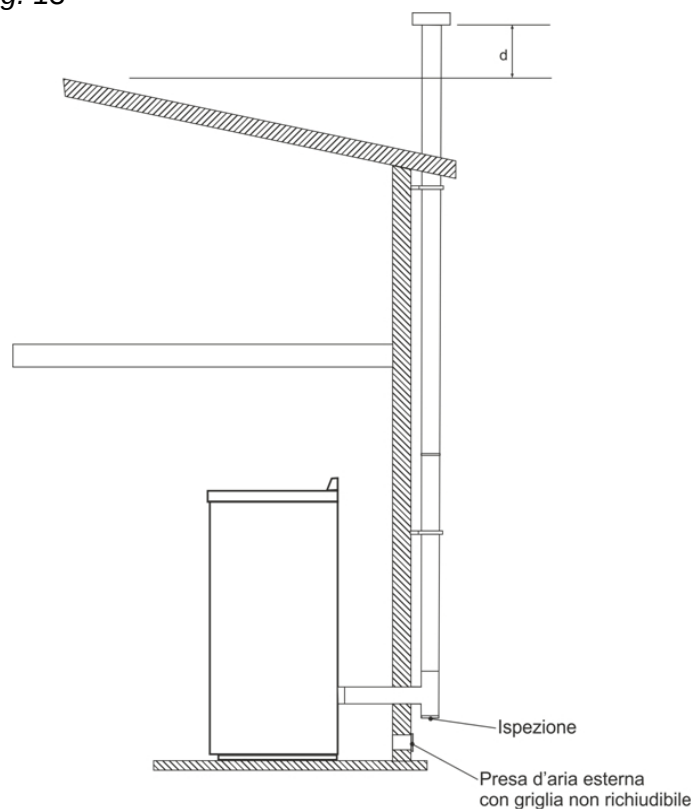

Fig. 13
- Per i condotti devono essere utilizzati solo tubi isolati (**doppia parete**) in acciaio inox fissati all'edificio (*fig.13*).
- Nel caso in cui si voglia utilizzare un condotto fumi esterno si deve adottare la soluzione rappresentata nella *fig. 13*